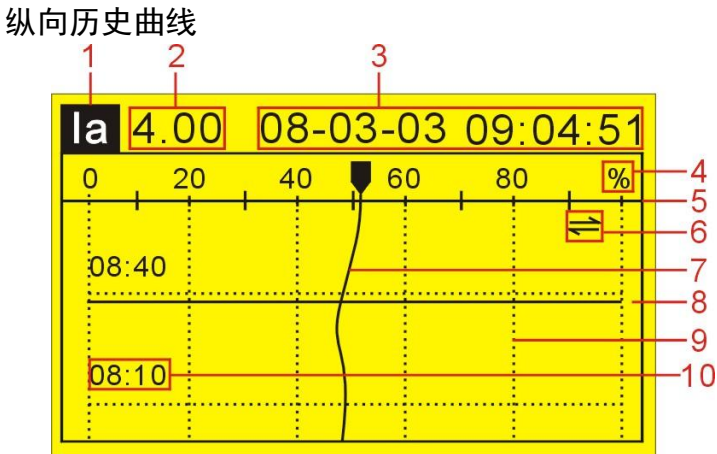

图 4.5-1 纵向历史曲线
6. 追忆方式标志：仪表有 2 种追忆方式，连续追忆和定点追忆。图 4.5-1 中显示的标志为连续追忆标志。
历史曲线追忆提供两种方式，连续追忆和定点追忆；系统默认方式为连续追忆；图4.5-1中标号6所指追忆状态标志为连续追忆状态，定点追忆状态标志为“1↓”。